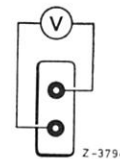

Bild 14-13/5
b) Drehzahlrelais 1800/2000 U/min prüfen (Bild 14-13/4)